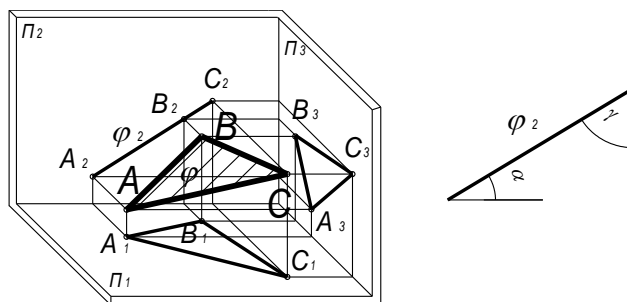

Рис. 10
5. *Фронтально-проецирующая плоскость* – это плоскость, перпендикулярная к плоскости проекций Π_2 и наклоненная к Π_1 и Π_3 под произвольными углами α и γ (рис. 10). На Π_2 она проецируется в прямую, на которой располагаются проекции всех фигур плоскости. Для задания плоскости на эюре достаточно одной вырожденной фронтальной проекции. Вырожденная проекция φ_2 определяет в натуральную величину углы α и γ .